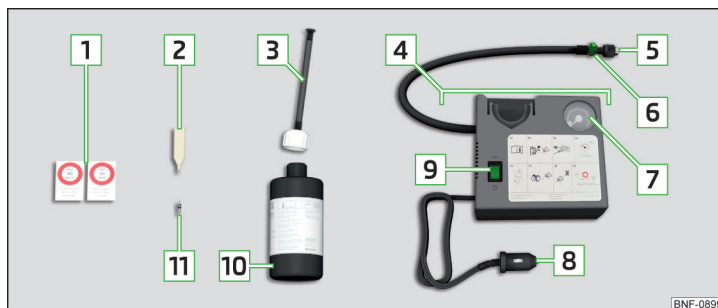

Fig. 334 Description du kit de dépannage
- Placez l'embout de vanne  » fig. 334 à la page 304 sur l'insert de vanne afin que les deux correspondent.
- Vissez fermement le flexible de gonflage des pneus  » fig. 334 à la page 304 sur la valve du pneu.